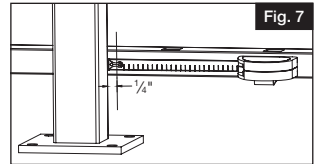

Fig. 7
- Mida $\frac{1}{8}$ " (0.31 cm) desde las postes hacia el centro de la sección para dejar espacio para el soporte (Fig. 7).